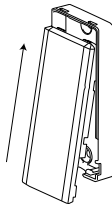

Figura 7: Fechamento da tampa do dispositivo
4. Prenda as tampas no dispositivo e na base do ímã. Veja a Figura 7.